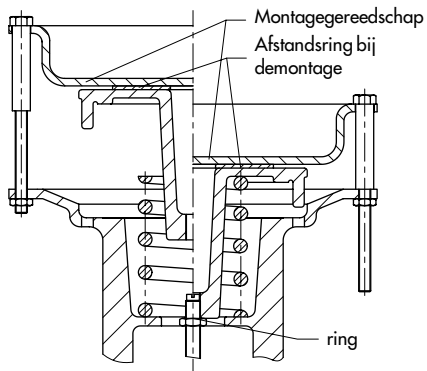

Fig. 3 · Montagegereedschap DN 15 t/m 80
Door de verschillende klepopstellingen verloopt de demontage bij de uitvoering "veersluitend" en "veeropenend" verschillend. Omdat de veer (5.5) in de aandrijving is voorgespannen, is er **montagegereedschap** (zie fig. 3 en 5 plus tabel 1) nodig.
2. Afstandsring (ca. 5 mm) conform fig. 3 op de veerschotel plaatsen. Montagegereedschap plaatsen en met de drie spannschroeven en moeren bevestigen. De moeren zodanig verdraaien dat de veerschotel (5.6) gelijkmatig iets wordt voorgespannen. Daardoor komt de klep (3) los van de zitting.
5. Bovendeel ventiel (5) van de ventielbehuizing losmaken en voorzichtig naar boven toe wegtrekken. Bij de uitvoering "veersluitend" over de klepstang en bij de uitvoering "veeroopenend" samen met de klepstang.